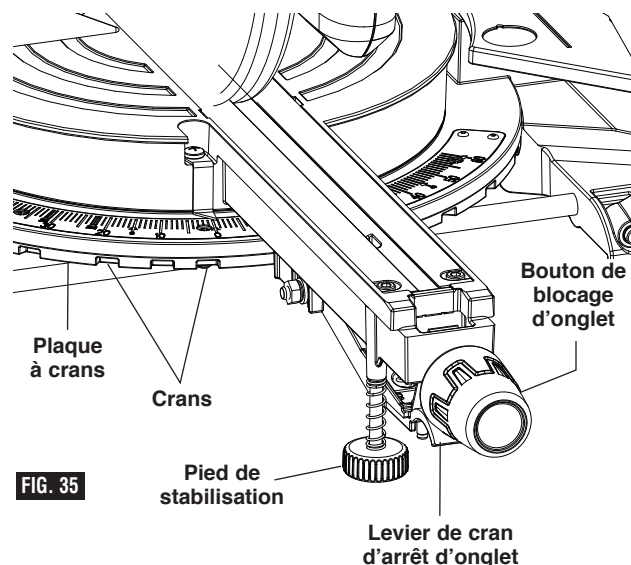

FIG. 35
1. Desserrez d'environ un demi-tour le bouton de blocage d'onglet (voir la figure 35).